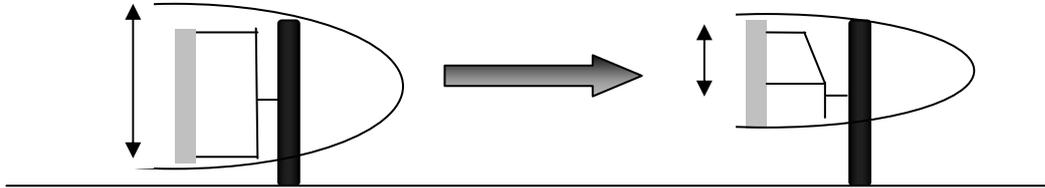

図 2 シャーシ断面図
2. 構造は他のチームを参考にした。また参考にするだけでなく FEM による強度解析を行い、安全性を確かめた (図 2)。材料はアルミ A6063 から溶接用アルミニウム 7N01 を用いることで溶接部の信頼向上を努め、鉄で作っていたパーツ (A アーム、リアのトレーディングアーム) を 7N01 を使用することにした。材料特性は表 1。